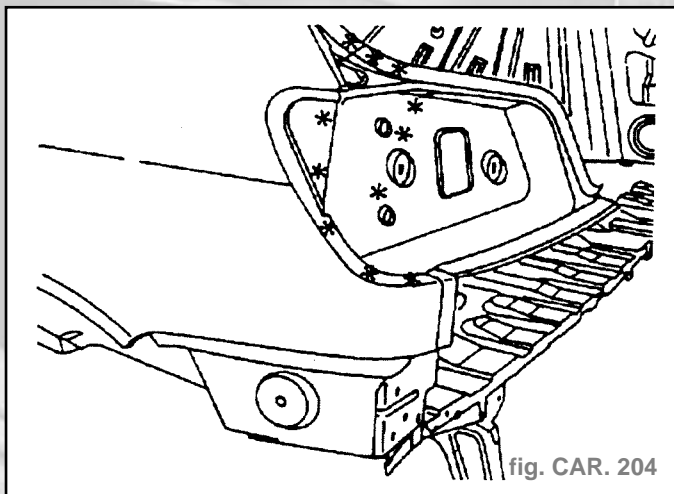

fig. CAR. 204
- Découper par fraisage des points (fig. CAR. 204).